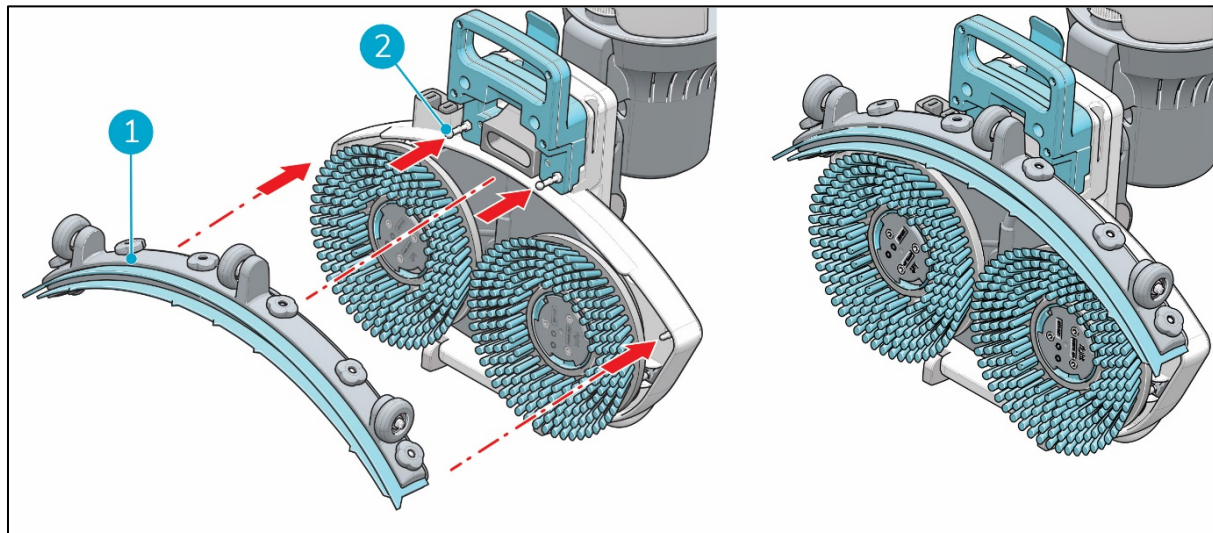

Abbildung 10
2. Richten Sie die Stifte am Bürstendeck (Figure 10, Pos. 2) an den Bohrungen in der Abziehblattbaugruppe (Figure 10, Pos. 1) aus.